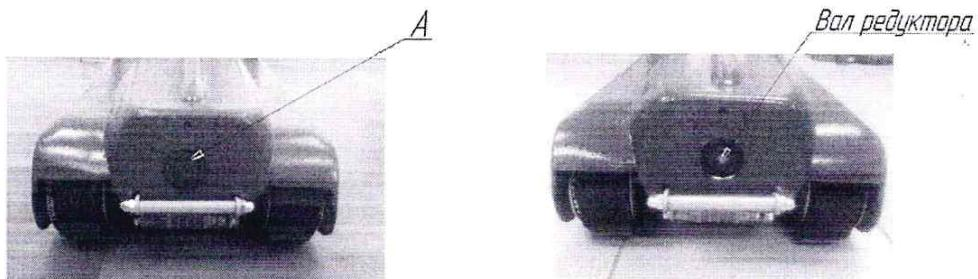

Рис.16. Передняя часть подъемника
- Вынуть пробку «A», находящуюся в передней части подъемника (Рис.16);
- Вставить ключ для аварийного передвижение подъемника на выступающую часть вала редуктора (Рис.16);